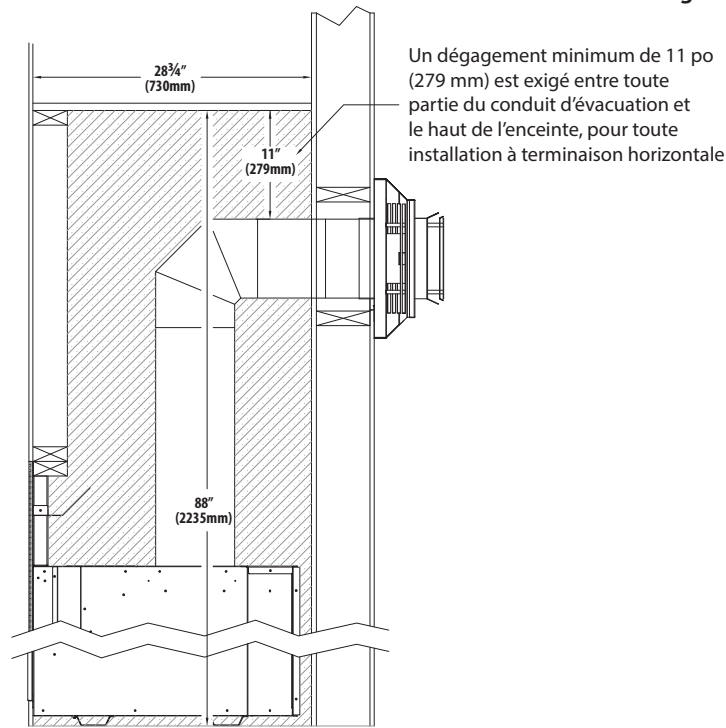

Figure 3.6, Dégagements minimums d'encadrement de la terminaison d'évacuation
- Un dégagement minimum de 11 po (279 mm) doit être maintenu entre toute partie du conduit d'évacuation et le haut de l'enceinte pour toute installation à terminaison d'évacuation horizontale. Le conduit horizontal, après le passe-feu mural, doit maintenir un dégagement de 1 po (25 mm) aux matériaux combustibles à toutes les surfaces du conduit. Voir la Figure 3.6 à la page 17.